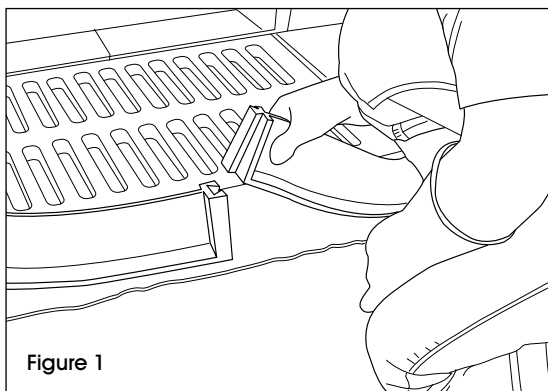

Figure 1
2. Pour le H-8678 seulement : Si de plus grandes longueurs sont nécessaires, reliez plusieurs digues de 5 pi au moyen des raccords emboîtables intégrés. (Voir Figure 1)